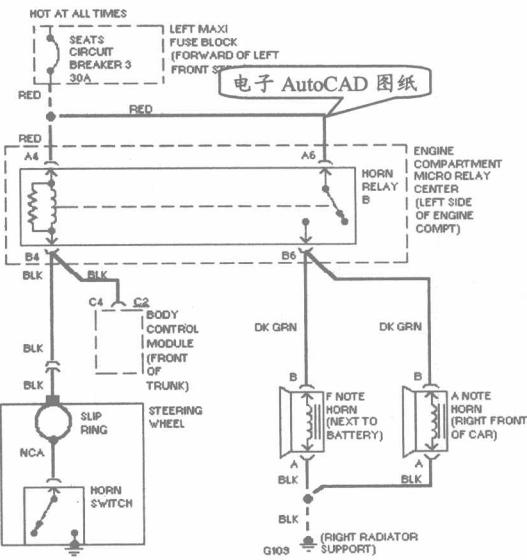

图 1-3 用 AutoCAD 设计的电路图
- **电路制图** 电路设计同样是 CAD 的一个重点应用领域，由于 CAD 具有准确度高的优点，因此在电路设计方面也有着重要的影响。如图 1-3 所示就是利用 AutoCAD 软件设计的电路图。